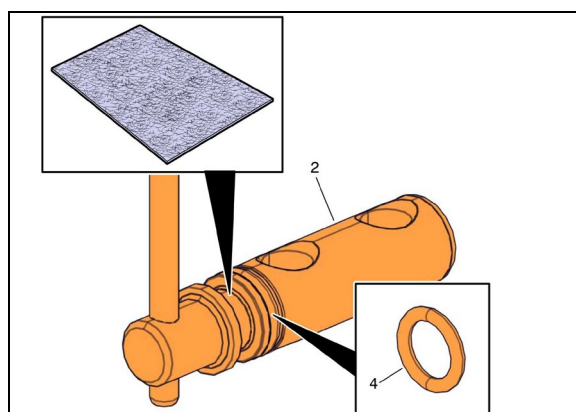

FIGURA 8: INSPECCION E O-RING (4) EN EL HUSILLO (2)
8. Raspe suavemente con la mano y retire todos los desechos sueltos o corrosión del husillo y de la carcasa del filtro de refrigerante utilizando una almohadilla de limpieza abrasiva (Figura 8).